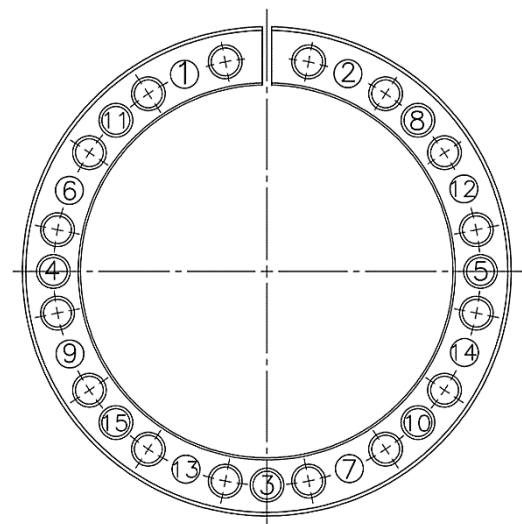

Fig. 3 - Sequência de aperto de desmontagem
- 3- Inicie o aperto dos extratores em cruz e gradativamente (esquema da Fig.3), na medida em que o anel lateral frontal e anel externo forem sendo pressionado, o conjunto tende a movimentar-se axialmente, permitindo a sua remoção do cubo;